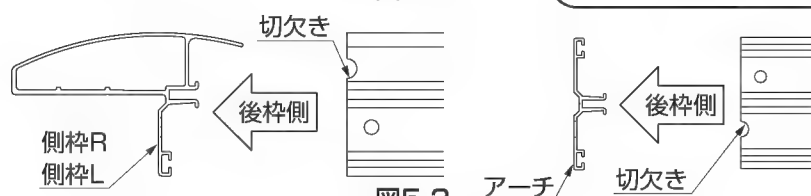

図5-3
- 側枠には左右があります。切欠きが入っている方を後枠側にしてください。(図5-3参照)
- ②前枠・後枠・母屋に側枠の穴を合わせて、【1-5】で取付けてください。
- ③アーチの前後を確認して、前枠・母屋にアーチの穴を合わせて、【1-5】で取付けてください。(図5-2、図5-3参照)